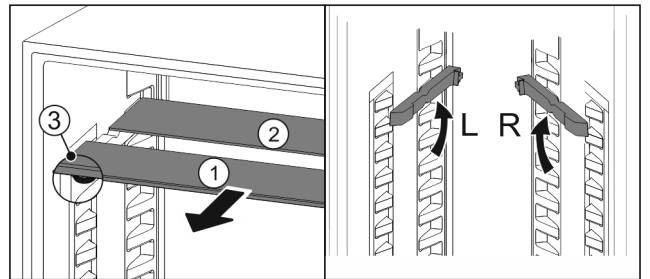

Fig. 131
- ▶ Издърпайте Fig. 131 (1) поотделно стъклените плочи напред.
- ▷ Стъклената плоча Fig. 131 (1) с декоративната лайсна е отпред.
- ▷ Ограничителите Fig. 131 (3) сочат надолу.